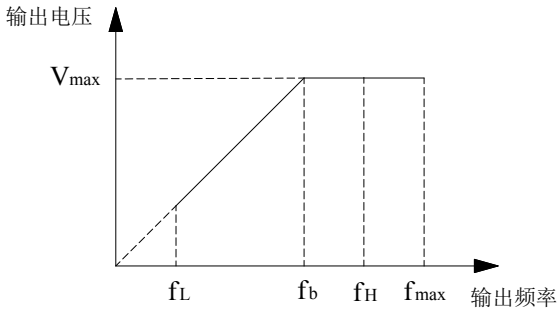

图 F1-1 电压与频率示意图
最大输出频率是变频器允许输出的最高频率, 是加减速时间设定的基准, 如下图所示的  $f_{max}$ ; 基本运行频率是变频器输出最高电压时对应的最小频率, 一般是电机的额定频率, 如下图所示的  $f_b$ ; 最大输出电压  $V_{max}$  是变频器输出基本运行频率时, 对应的输出电压, 一般是电机的额定电压; 如下图所示的  $V_{max}$ ;  $f_H$ 、 $f_L$  分别定义为上限频率和下限频率, 如图 F1-1 所示:
4. 最大输出频率、上限频率、下限频率的关系如上图 F1-1 所示，设置时请注意大小顺序。